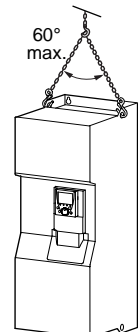

Figure 4
**3** Démonter les vis de fixation du variateur sur la palette et manipuler celui-ci en utilisant un palan. A cet effet, il est muni d'oreilles de manutention (figure 4).